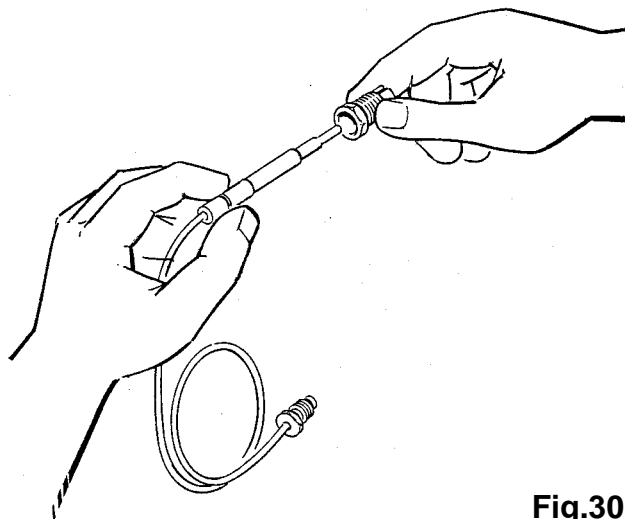

Fig.30
9.4 SOSTITUZIONE TERMOCOPPIA (Fig. 30):